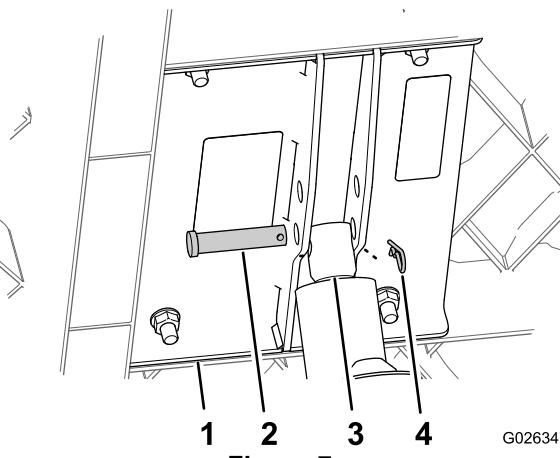

Figura 7
5. Retire la chaveta y el pasador de la horquilla del soporte de elevación (Figura 7).
6. Separe la varilla del actuador de la caja de carga de los soportes de elevación (Figura 7).